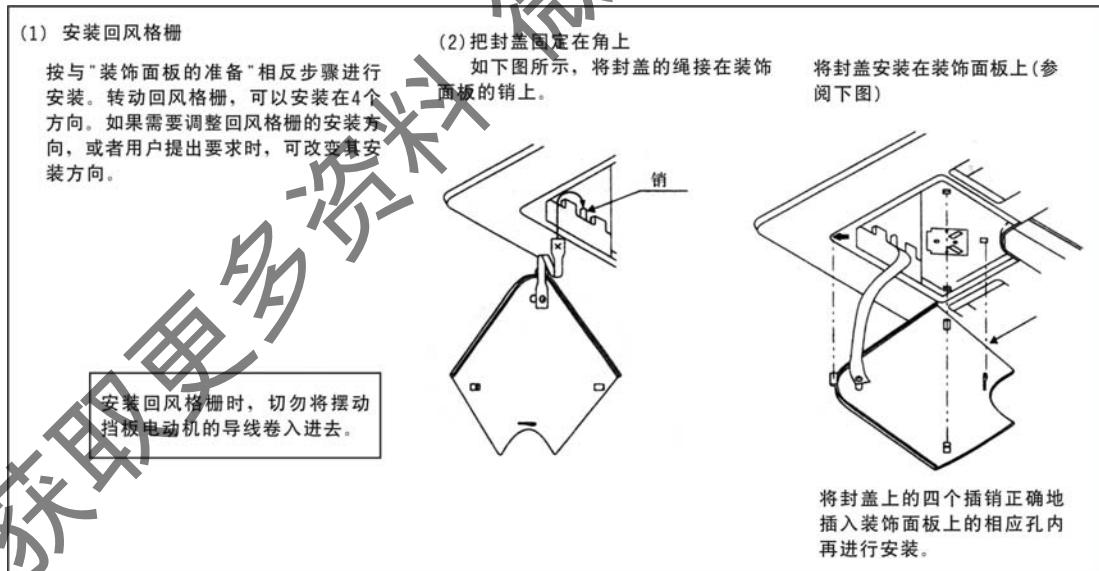

图 21：回风格栅和封盖的安装
F. 回风格栅和封盖的安装，请按下面图 21 所示安装方式安装；